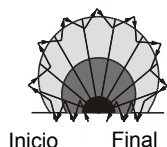

FIG.6
4. Peça a alguém para caminhar pelo lado de fora da área de detecção até que a luz se acenda. (Ver FIG.6)